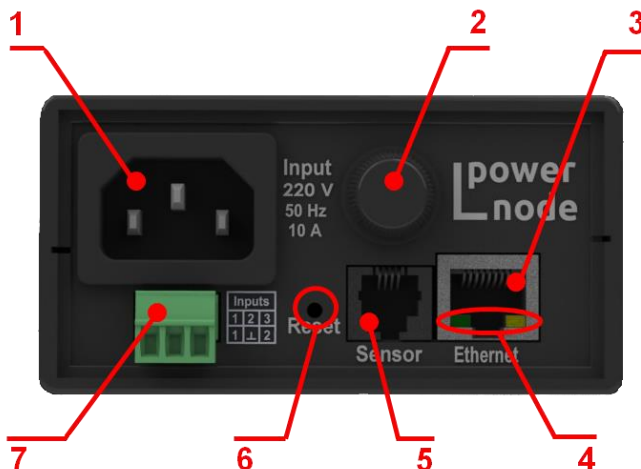
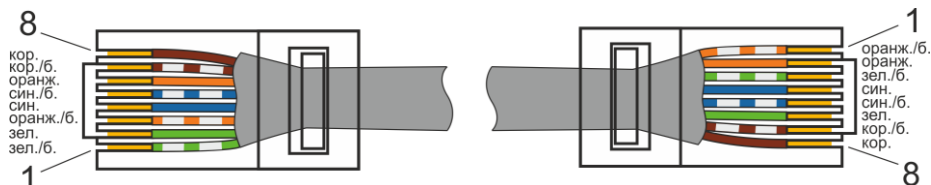

Рисунок 1 – Внешний вид передней панели устройства
Рисунок 2 – Схема электрическая сетевого кабеля Ethernet 100Base-TX/10Base
5.3.3 Подключите сетевой кабель Ethernet 100Base-TX/10Base-T (в комплект поставки не входит) к разъему RJ-45 «Ethernet» устройства (*см. рисунок 1*) и соответствующему разъему сетевого оборудования.
5.3.5 Подключите, при необходимости, используемые дискретные датчики к разъему дискретных входов (*см. рисунок 1*).
5.3.6 Подключите к разъему входа сети переменного тока (*см. рисунок 1*) шнур питания, входящий в комплект поставки, а к разъемам подключения нагрузки (*см. рисунок 2*) шнуры питания нагрузки.